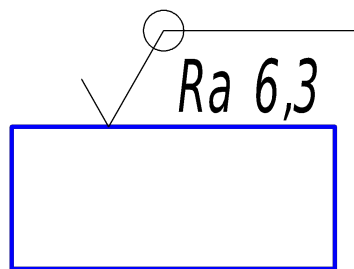

рис. 1
4. Знаки, имеющие полку, должны **располагаться относительно основной надписи** чертежа так, как указано на рис.1, а знаки без полки (без указания параметра и способа обработки) располагают как на рис.2. При расположении поверхности в заштрихованной зоне обозначение наносят только на полке линии-выноски.
9. Если одинаковую шероховатость имеют поверхности, образующие **контур**, обозначение шероховатости наносят один раз (рис. 1). Диаметр вспомогательного знака \square - 4...5 мм. В обозначении одинаковой шероховатости поверхностей, **плавно переходящих** одна в другую, знак \square не приводят (рис. 2).